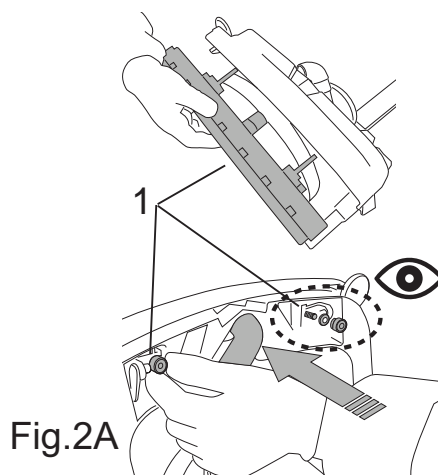

Fig.2A
- Monteer het voorste zuigrubber (Fig.2A-Ref.1).